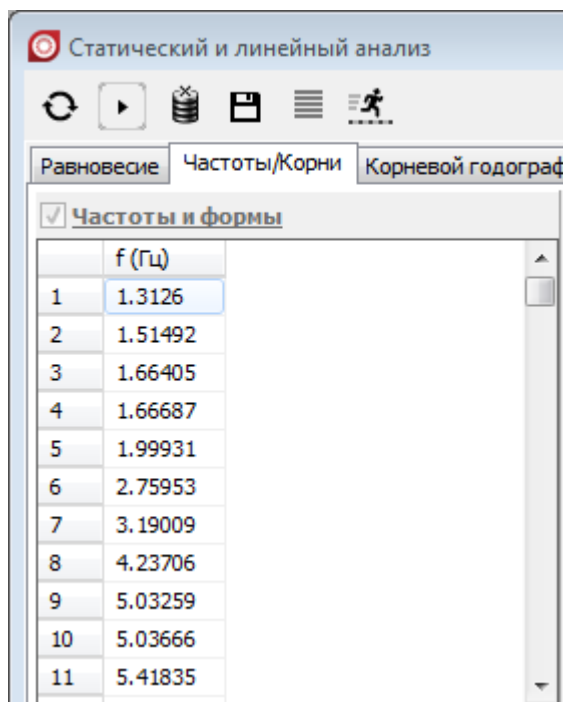

Рис. 1.11. Список собственных частот
3. Щелкните на кнопке  для расчета собственных частот модели, рис. 1.11.